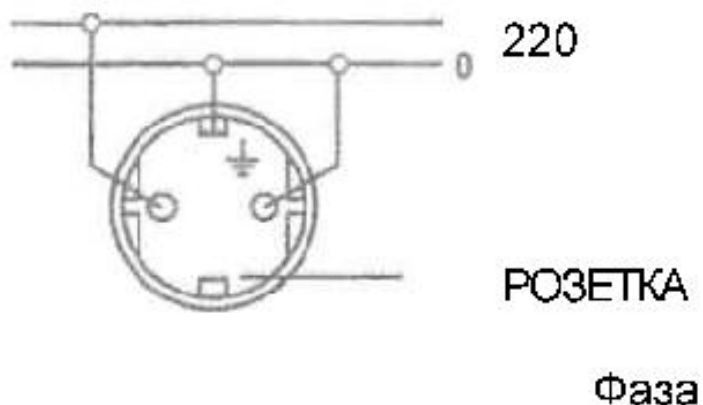

Рис.3. Схема устройства зануления
4.2. КАТЕГОРИЧЕСКИ ЗАПРЕЩАЕТСЯ эксплуатация электронасоса без надежного закрепления, заземления или зануления. Схема устройства зануления приведена на рис.3. Подключение электронасоса к сети должно быть выполнено квалифицированным электриком.